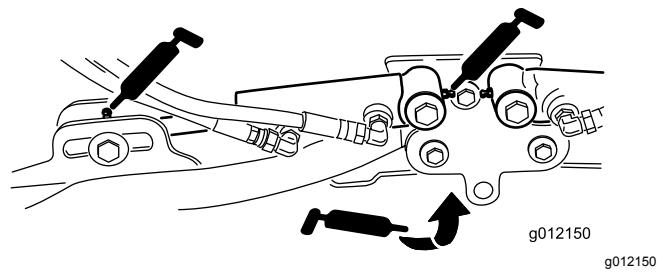

Bild 77
- Hubarmgelenke (1) (Bild 77)
- Hubarmzylinder der Schneideeinheit (2) (Bild 77)